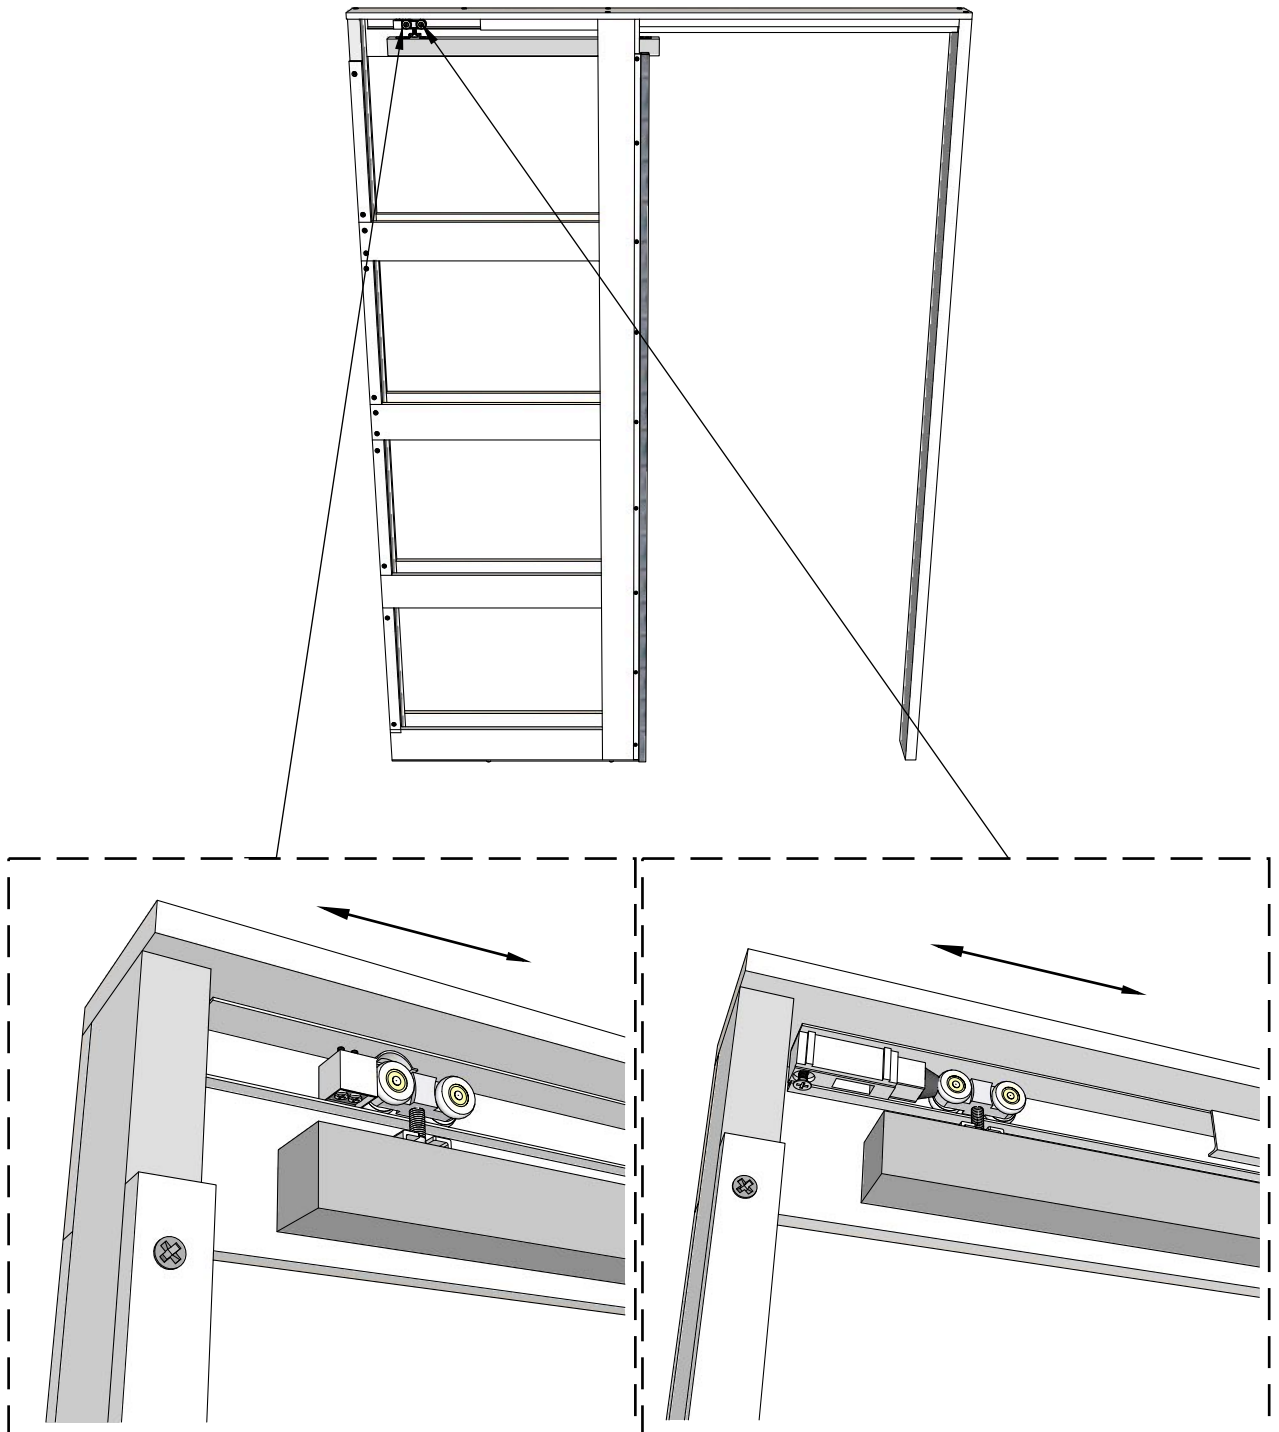

Рисунок 17
6. Перед зашивкой пенала гипсокартоном скорректируйте положение заднего стопора или толкателя. Самый удобный способ это сделать, не задействуя дверное полотно - имитировать дверь небольшим бруском соответствующим по ширине будущей двери. Так наглядно можно определить положение дверного полотна относительно стенок проема. После корректировки положения заднего стопора или толкателя переместите имитацию дверного полотна в тело пенала и убедитесь что она находится в правильном положении. Затем закрепите стопорные винты (Рис.17).